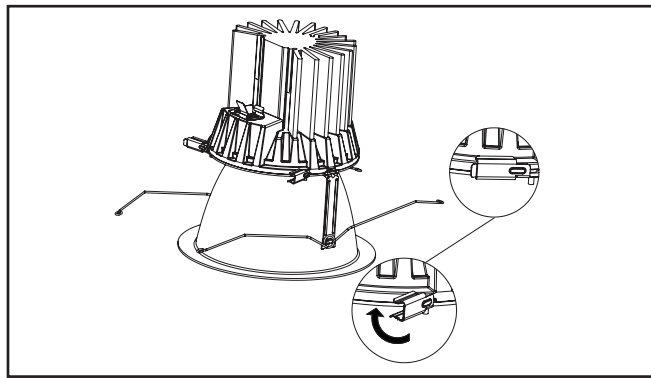

Figure 6.
- Tournez les attaches latérales (3) en place pour fixer l'assemblage de la garniture au moteur lumineux à DEL en toute sécurité (Figure 6)